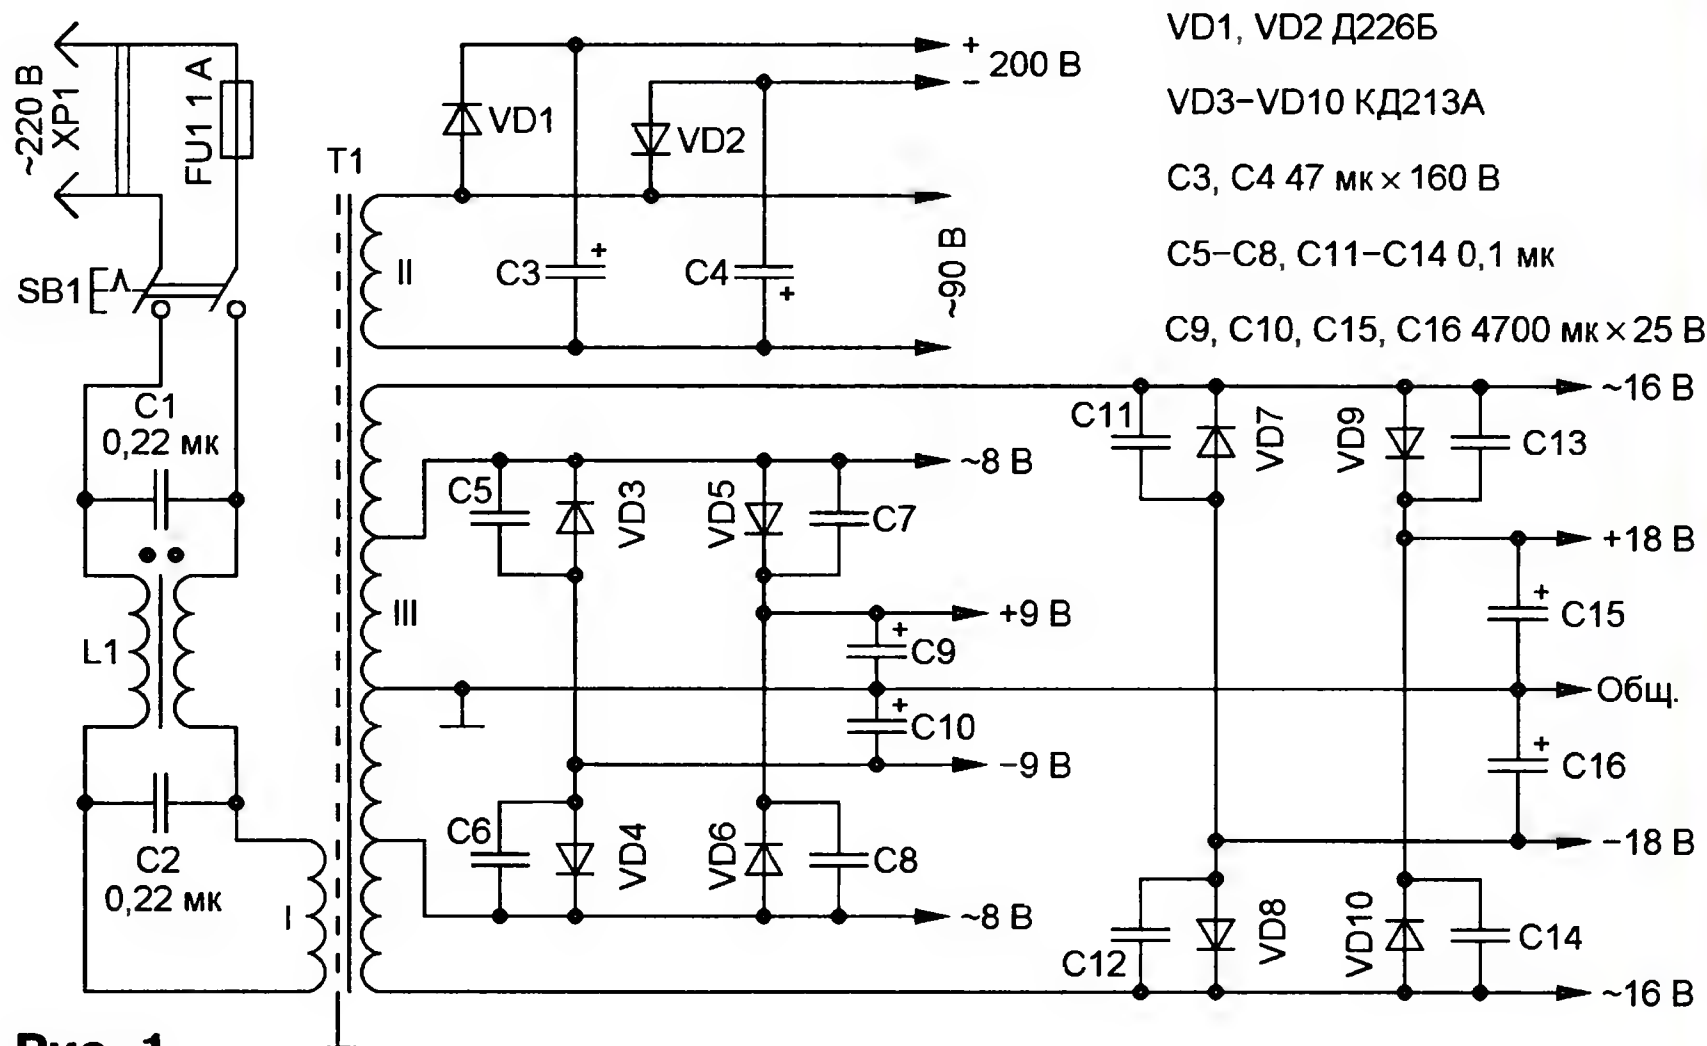

Рис. 1
Предлагаемое устройство состоит из двух частей: блока выпрямителей и блока стабилизаторов. Схема блока выпрямителей показана на **рис. 1**. Напряжение сети поступает через сетевую вилку XP1, выключатель SB1, предохранитель FU1 и фильтр L1C1C2 на первичную обмотку (I) сетевого трансформатора T1. Переменное напряжение его вторичных обмоток (II и III) поступает на выпрямители и выходы блока питания. Напряжение 90 В обмотки II изолировано от общего провода. Оно подано на выпрямитель с удвоением напряжения VD1VD2C3C4 по схеме Латура. Обмот-
Конструкция и детали. В блоке выпрямителей (см. рис. 1) применён выключатель питания SB1 ПКН41. Двухобмоточный дроссель L1 — ДФ110ПЦ от сетевого фильтра телевизора ЗУСЦТ. Сетевой трансформатор Т1 собран на магнитопроводе М20х60. Магнитопровод этого типа — замкнутый контур с разрезанным средним стержнем. Подробнее он описан в "Радио", 1972, № 5, с. 62. Там же на рис. 7 показан его чер-
Конденсаторы C1, C2 (см. рис. 1) — плёночные с номинальным напряжением не менее 630 В. Оксидные конденсаторы C3 и C4 — К50-35; C9, C10, C15, C16 — К50-24; C11—C14 — МБМ. Диоды Д226Б (VD1, VD2) можно заменить на Д226, Д226А, КД105Б. Диоды КД213А (VD3—VD10) выбраны из-за меньшего прямого падения напряжения по сравнению с мощными кремниевыми диодами большинства других серий, рассчитанными на максимально допустимый прямой ток не менее 5 А. Предпочтительный вариант их замены на диоды Шотки — КД269В, КД269Г или любые из серии КД2997.